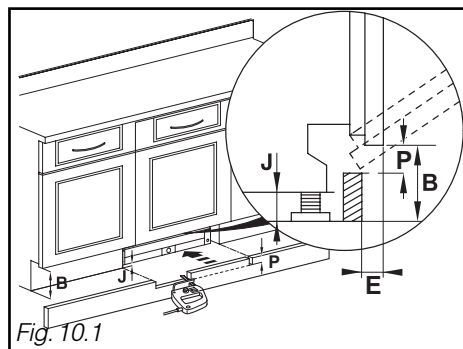

Fig. 10.1
Remontez la plinthe en la découpant si nécessaire suivant une cote **P** (voir tableau et Fig. 10.1)
- Mesurez la cote de profondeur de plinthe **E** (Fig.10.1) entre la plinthe du meuble et la façade du meuble. Relevez la valeur **P** dans le tableau donnée par **E** et **B - J**